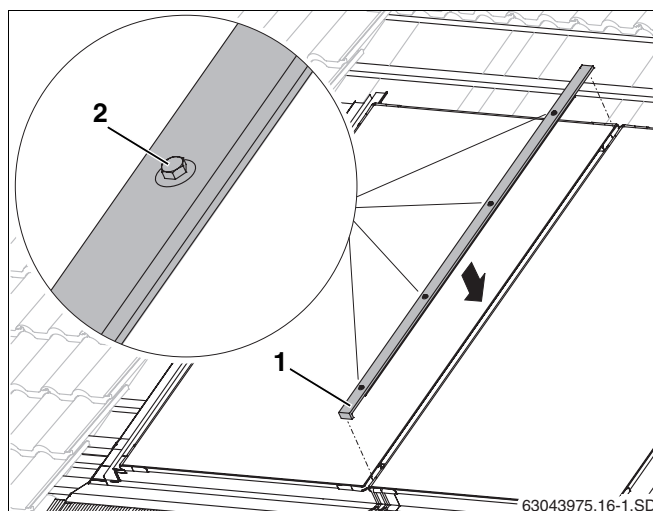

Fig. 50 Baguette de recouvrement centrale
- Appuyer la baguette de recouvrement (fig. 50, **pos. 1**) avec le rebord dirigé vers le bas dans l'espace entre deux capteurs et positionner au centre.
- Serrer les vis (fig. 50, **pos. 2**) manuellement en commençant par le bas à l'aide d'une clé SW 8.